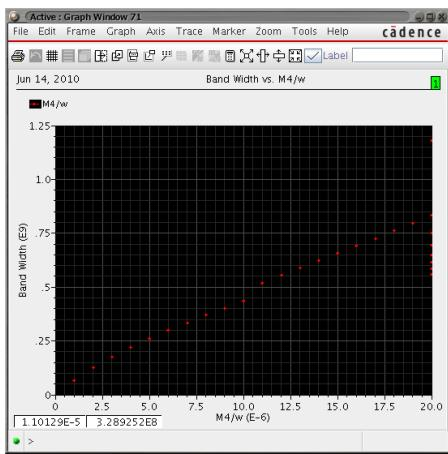

図 97: Band Width のトランジスタの  $w$  値に対する依存性
3. さらに、Show Sensitivity ウィンドウで、感度マトリックスのボックスでダブルクリックすると、性能指標対パラメタの散布図を確認することができる。試しに、相関関係の強い所をダブルクリックしてみる(本例では Band Width と M4/w の相関をダブルクリックしてみる)と、図 97 に示すような散布図を確認することができ、パラメタの変化に対して性能指標がどのように変化するかを確認することができる。